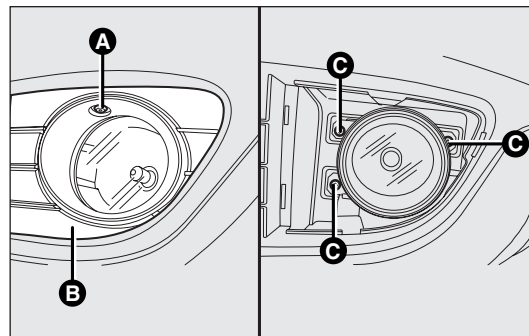

fig. I44
- ☐ svitare la vite A-fig.I44 ed estrarre la maschera di protezione B;